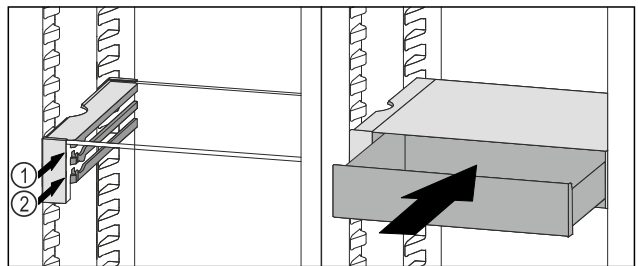

Fig. 176
- Placer le tiroir VarioSafe derrière les butées sur la nervure désirée Fig. 176 (1) ou Fig. 176 (2).